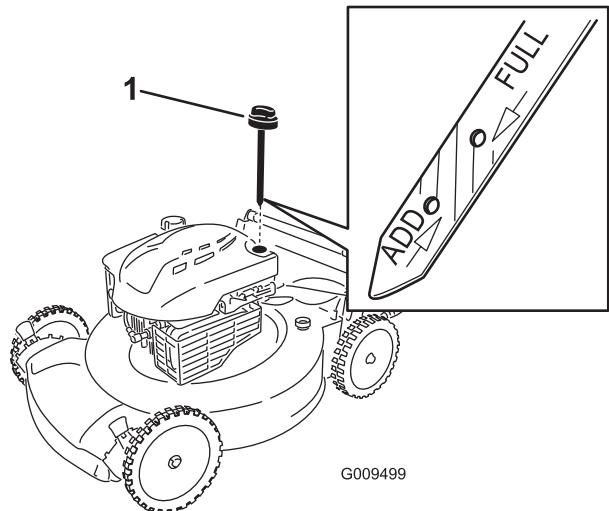

Figure 19
- Retirez la jauge de niveau du tube de remplissage (Figure 19).